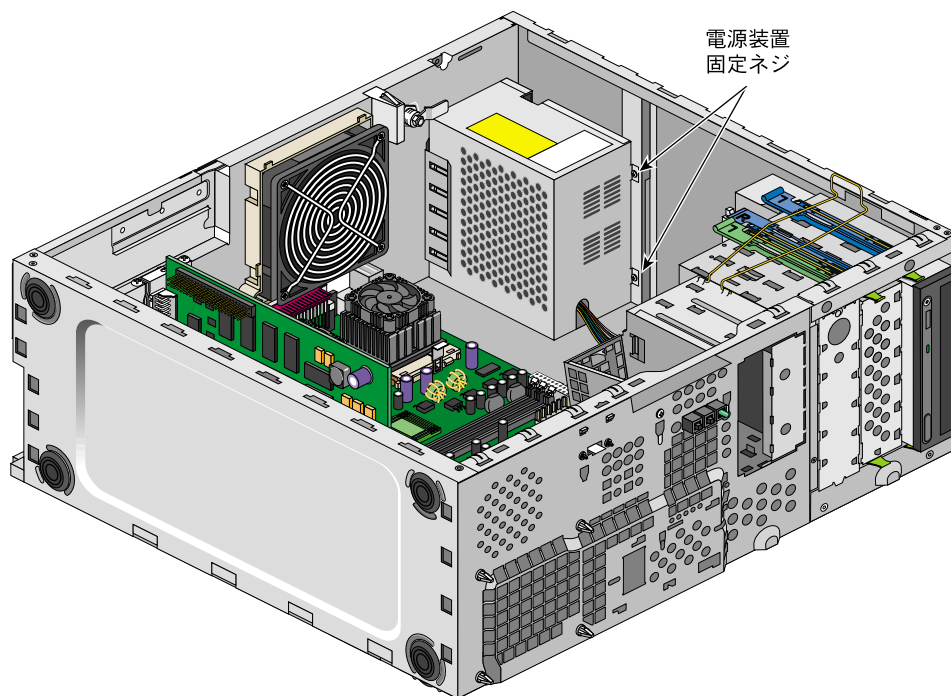

図2-10 電源装置固定ネジの取り外し
6. システムの上部パネルの内側にあるネジを取り外します。ネジの位置については、図2-10を参照してください。
10. 図2-10に示す内部ネジを取り付けます。